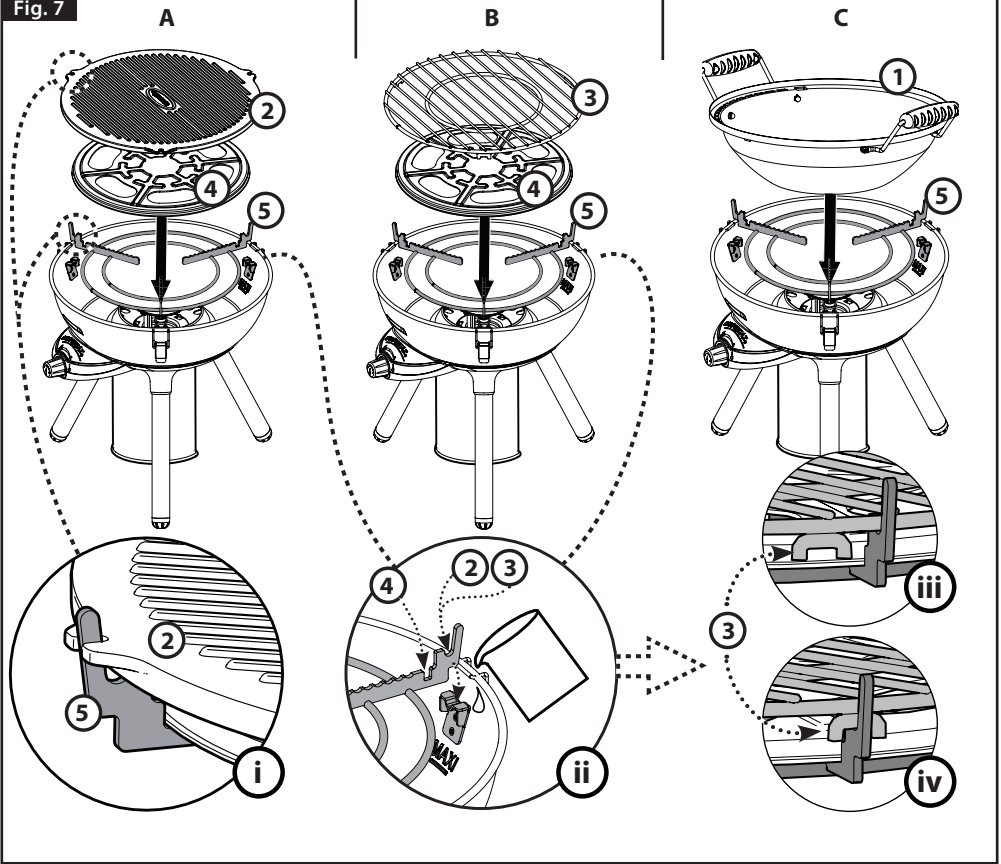

Fig. 8
### Allumage piézoélectrique (Fig. 8)
- Tournez le bouton de commande (Fig. 8-A) dans le sens antihoraire (vers " 🔥 ") de manière à ce qu'il soit complètement ouvert, puis poussez immédiatement le bouton de commande (Fig. 8-B) jusqu'à ce qu'il émette un clic.
- Si le brûleur ne s'allume pas, tournez le bouton de commande dans le sens horaire en position d'arrêt (O) jusqu'à ce qu'il ne bouge plus. Attendez 5 minutes avant de recommencer l'opération.